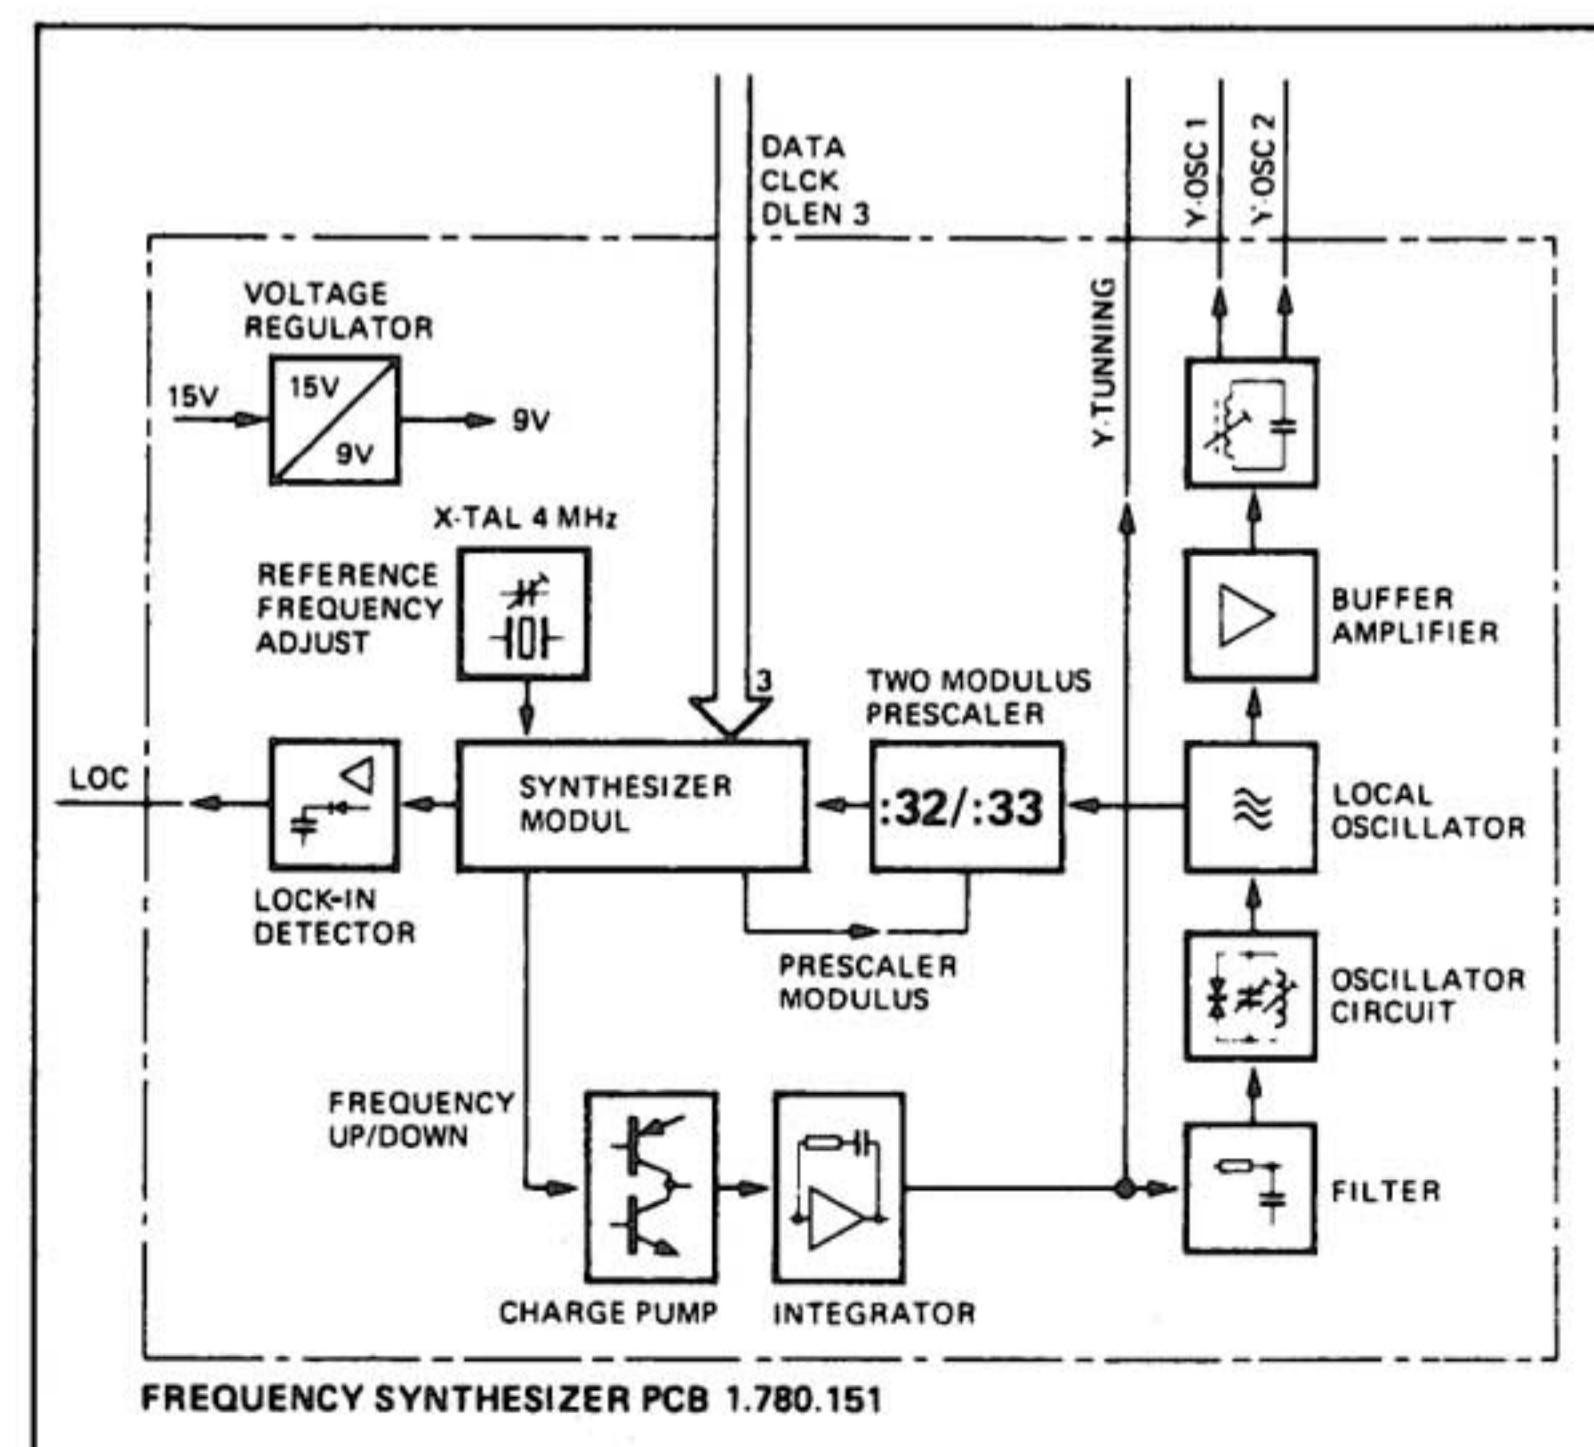

Fig. 3.5
3.1.6 Frequenzsynthesizer und Lokaloszillator (Fig. 3.5)
3.1.6 Frequency synthesizer and local oscillator (Fig. 3.5)
(Fig. 3.5)
3.1.6 Synthétiseur de fréquence et oscillateur local (fig. 3.5)